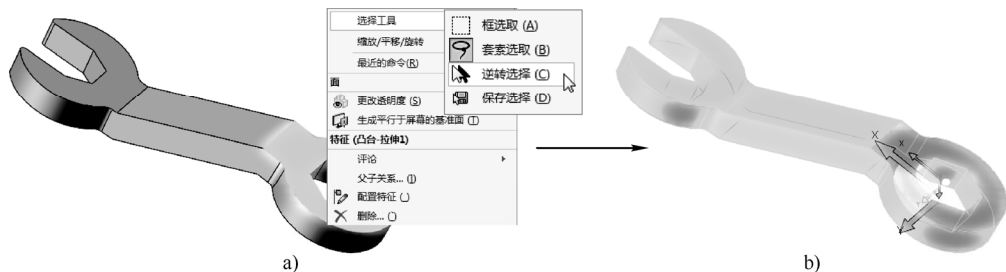

图 1-46 逆选选择对象的操作
7) 逆选和锁套选取：逆转选择将选择文件中与当前选择对象类似的所有其他对象，而取消当前选择的对象。要逆转选择对象，可右击当前选中的对象，然后在弹出的快捷菜单中，选择“逆转选择”命令，如图 1-46 所示（如选择“锁套选取”命令，则可以通过绘制一个锁套区域来选择区域内的对象）。